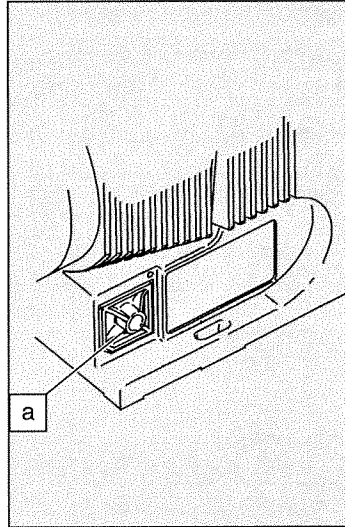

Fig. 12
- ▶ Posez la gamma/ L sur un support solide avec le cache prédécoupé pour le relais (voir fig. 12 : a) dirigé vers le haut.